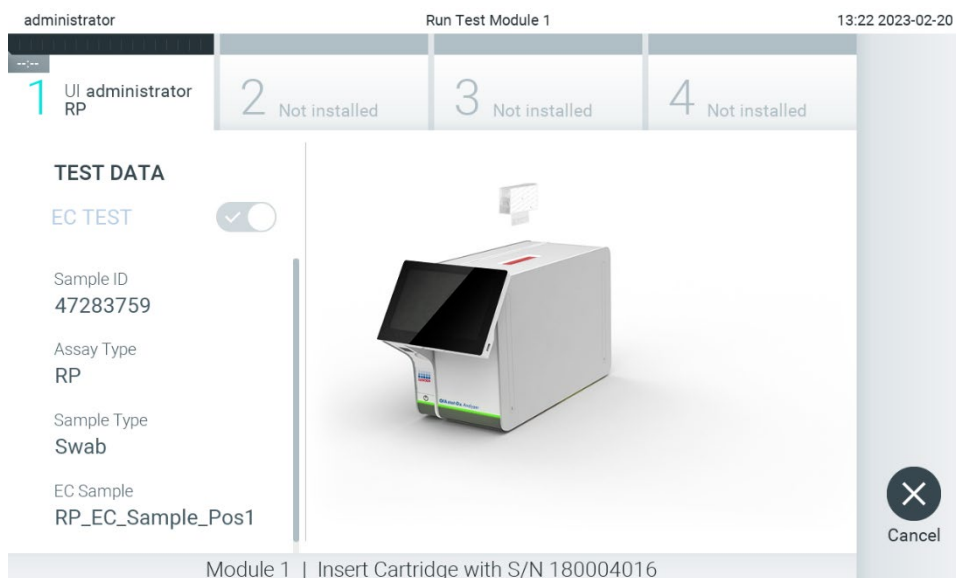

Abbildung 97. Einsetzen von QIAstat-Dx Assay-Kartuschen in den QIAstat-Dx Analyzer 2.0
9. Stellen Sie sicher, dass die Probendeckel der Tupferöffnung und der Hauptöffnung der QIAstat-Dx Assay-Kartusche beide fest verschlossen sind. Sobald sich die Kartuschenöffnung an der Oberseite des QIAstat-Dx Analyzer 2.0 automatisch öffnet, setzen Sie die QIAstat-Dx Assay-Kartusche mit dem Barcode nach links und den Reaktionskammern nach unten ein (Abbildung 97).